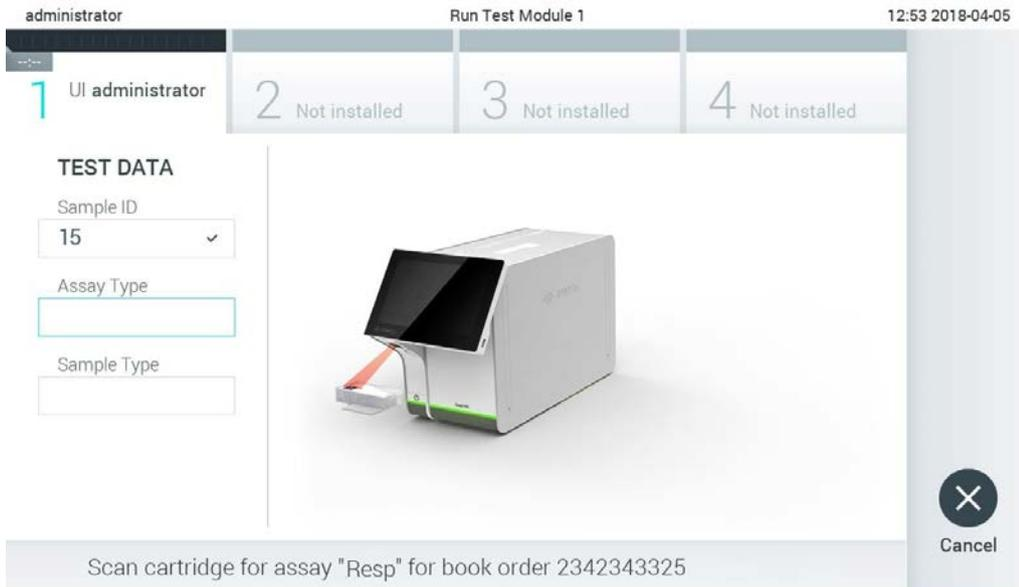

Figure 83. Scan du code-barres de la cartouche de dosage QIAstat-Dx.
4. Lorsque la commande de test a été récupérée depuis l'hôte, le message « Scan cartridge for assay <assay_name> and book order <order_number> » (Scanner la cartouche pour le dosage <assay_name> et la commande <order_number>) s'affiche. Scannez le code-barres de la cartouche de dosage QIAstat-Dx spécifiée (figure 83, en page suivante).